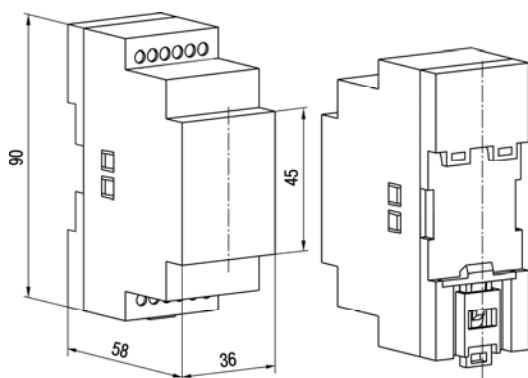

Рисунок 3.1 – Габаритный чертёж блока
3.2 Блок изготавливается в пластмассовом корпусе с креплением на DIN-рейку. Корпус блока состоит из двух частей – основания и передней крышки, соединяемых между собой при помощи защелок (см. рисунок 3.1).